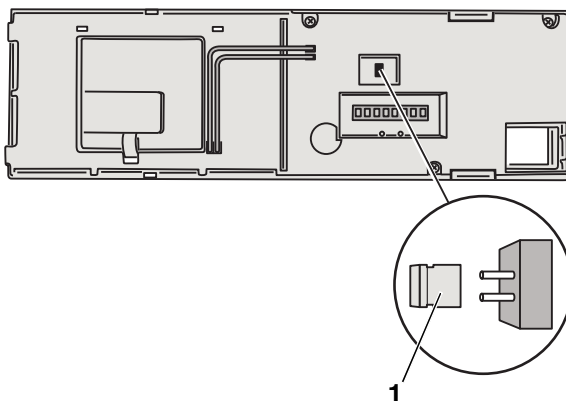

Рис. 24 Задняя сторона главного регулятора BC10
- Выньте перемычку (→ рис. 24, [1]), если требуется ограничить мощность котла.